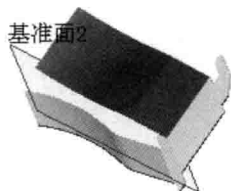
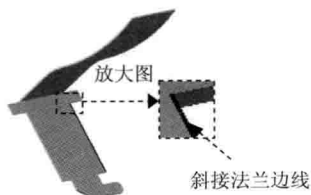

图 1.13 斜接法兰 2
图 1.14 斜接法兰边线
Step5. 创建图 1.13 所示的钣金特征——斜接法兰 2。选择下拉菜单 **插入(I)** → **钣金(B)** → **斜接法兰(M)...** 命令(或单击“钣金”工具栏上的“斜接法兰”按钮); 选取图 1.14 所示的边线为斜接法兰边线; 在草图环境中绘制图 1.15 所示的横断面草图, 选择下拉菜单 **插入(I)** → **退出草图(E)** 命令, 退出草图环境, 此时系统弹出“斜接法兰”对话框; 定义法兰位置: 在 **法兰位置(N)** 区域中, 单击“折弯在外”按钮。其他采用默认设置值; 单击  按钮, 完成斜接法兰 2 的创建。